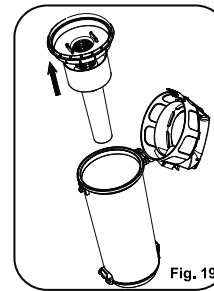
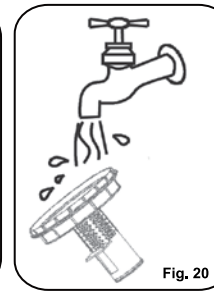

Fig. 19
Fig. 20
4. Saque el filtro de cono (Fig. 19) y lave con agua fría hasta que el agua salga clara (fig. 20).